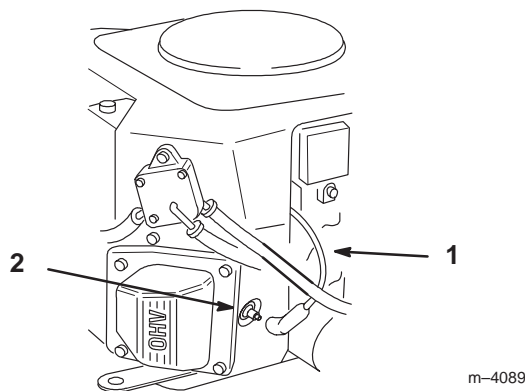

Figure 35
2. Débranchez les fils des bougies (Fig. 35). Nettoyez la surface autour des bougies pour éviter que des impuretés n'endommagent le moteur en tombant à l'intérieur.